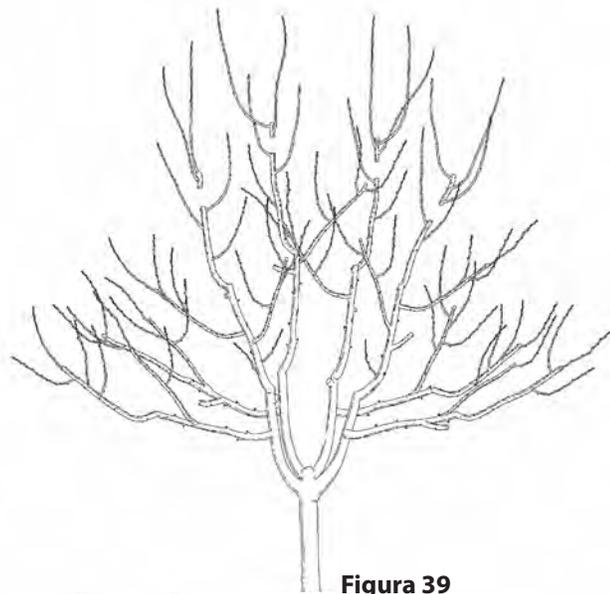

Figura 39
- Cuando el árbol alcance su altura máxima, rebaje los ejes hasta una rama lateral débil, generalmente a fines de verano (Figura 39).